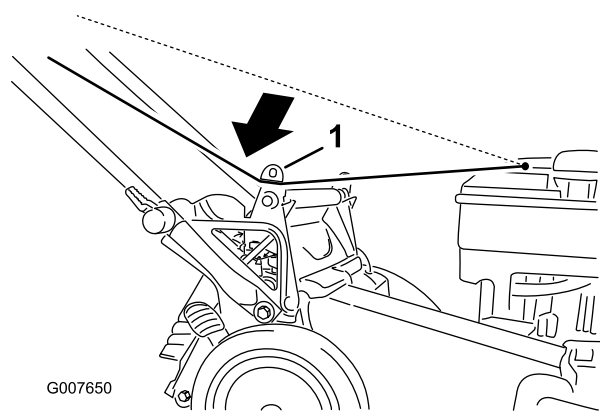

Рисунок 20
1. Проложите трос стартера вокруг нижней направляющей троса (Рисунок 20).